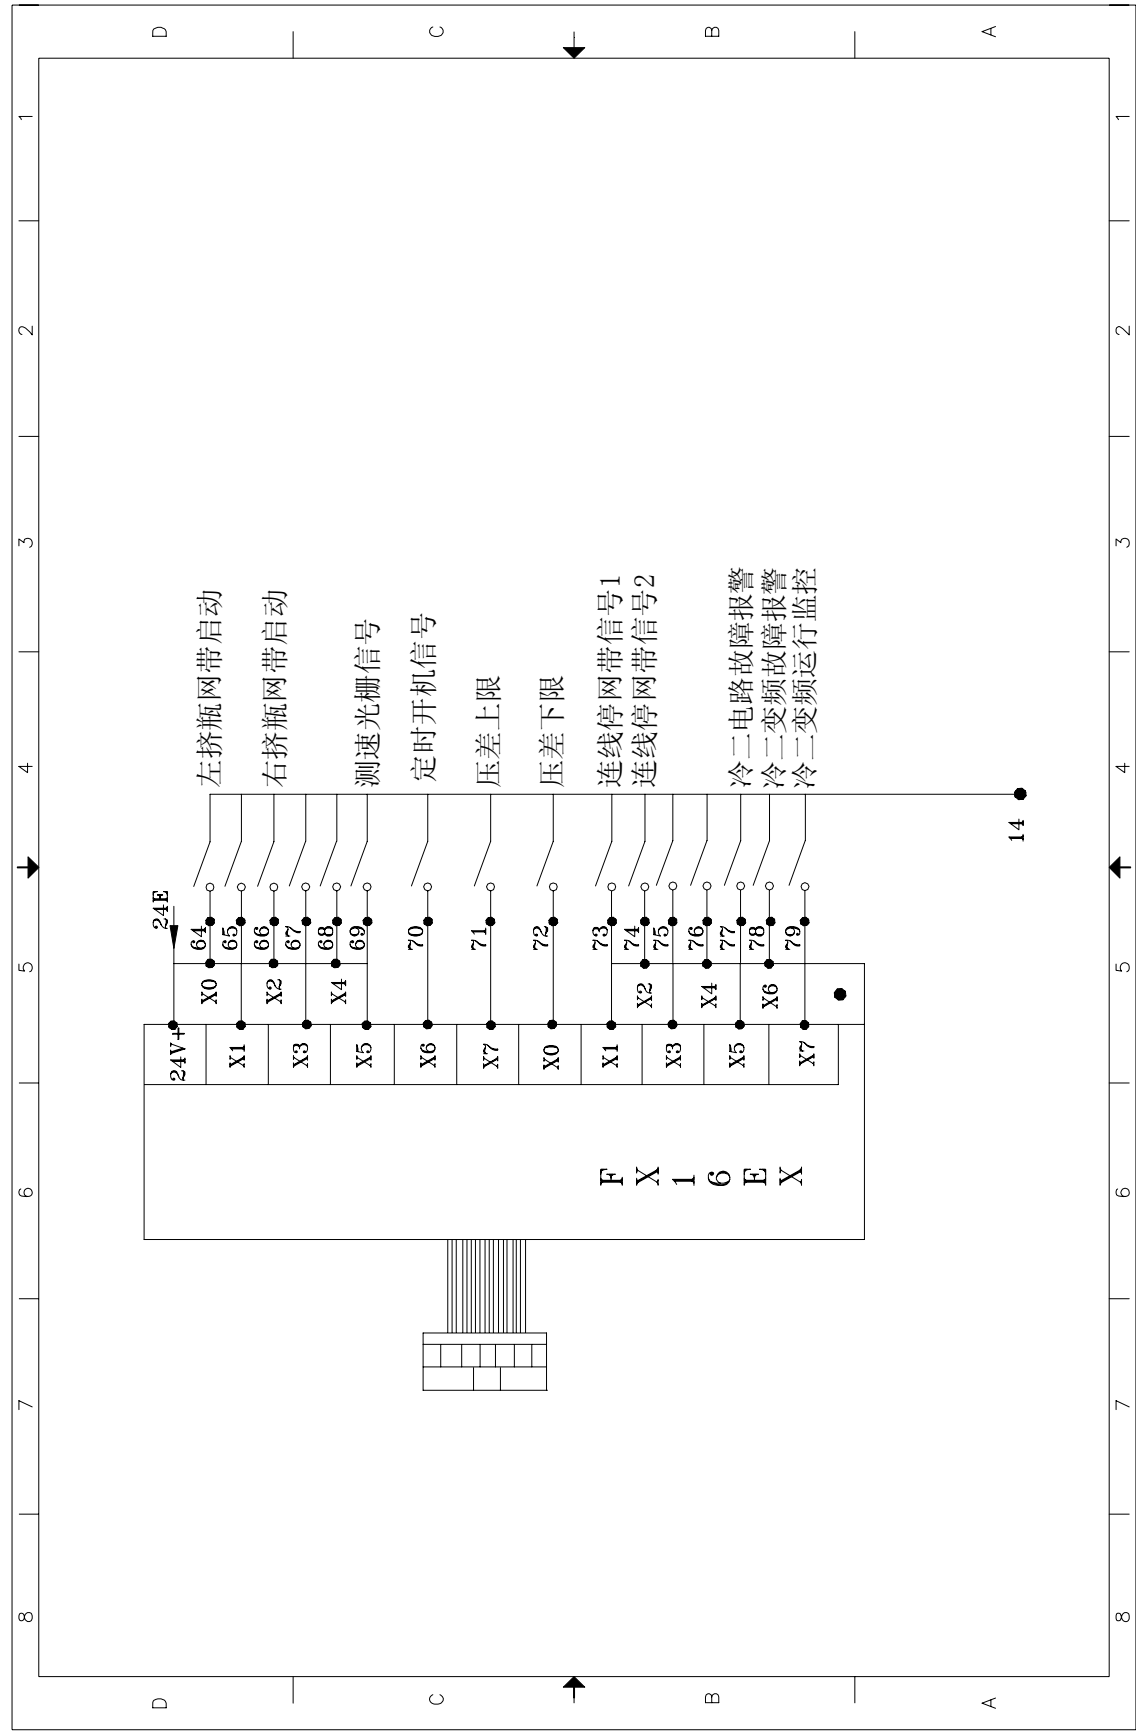

图 10-6 PLC FX16EX、FX4AD 控制回路
- 10.6 PLC FX16EX、FX4AD 控制回路（见图 10-6）